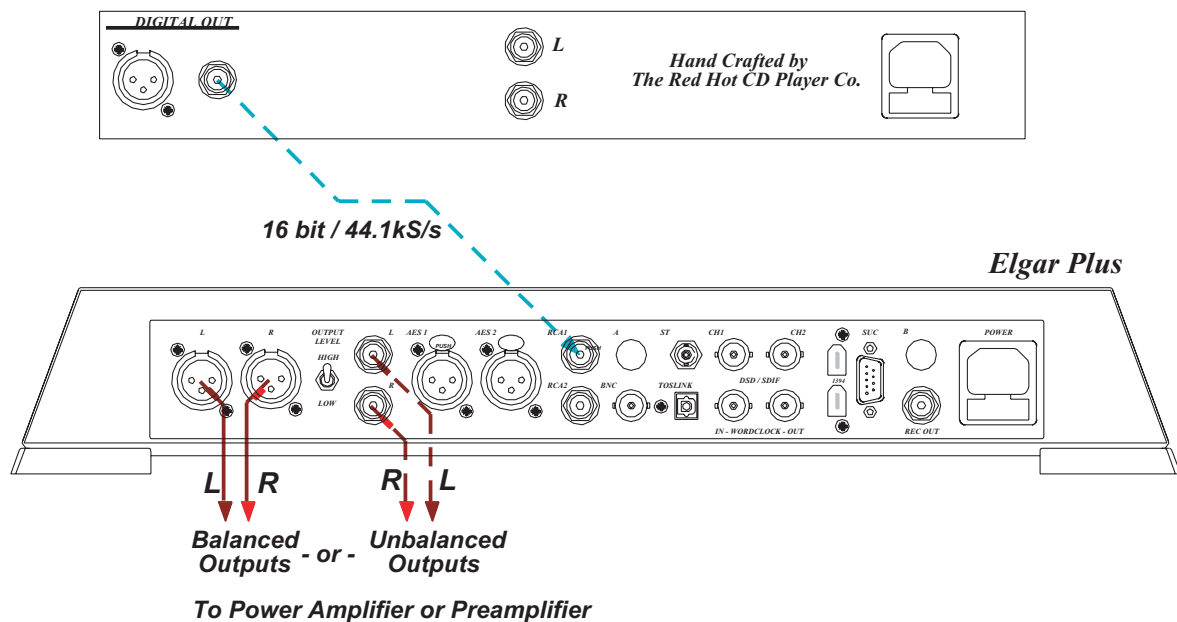

図 1 : CD プレーヤーとの標準的な接続
- ゆっくりとエルガープラスの **Volume** (ボリューム) ボリュームを最適レベルまで上げていく。基本的な CD トランスポートとの接続は図1に表示。